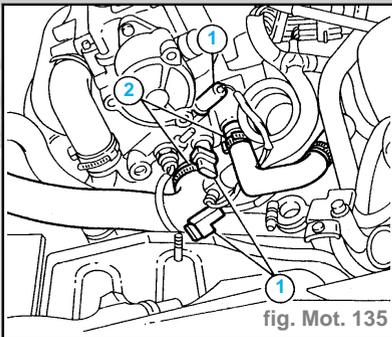

fig. Mot. 135
- Débrancher les connexions électriques (1), ensuite desserrer les colliers (2) et déposer les tuyaux correspondants du liquide de refroidissement moteur (fig. Mot. 135).